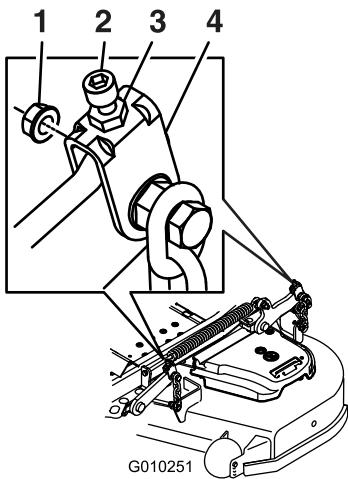

Figure 101
10. Ajustez précisément le serrage de l'écrou de réglage sur l'ensemble de levage du tablier avant (Figure 101).
16. Ajustez précisément la vis de réglage en la tournant jusqu'à obtention d'une hauteur de 8,3 mm (3,25 po) (Figure 101). Tournez l'écrou de réglage dans le sens horaire pour augmenter la hauteur et dans le sens antihoraire pour la diminuer.